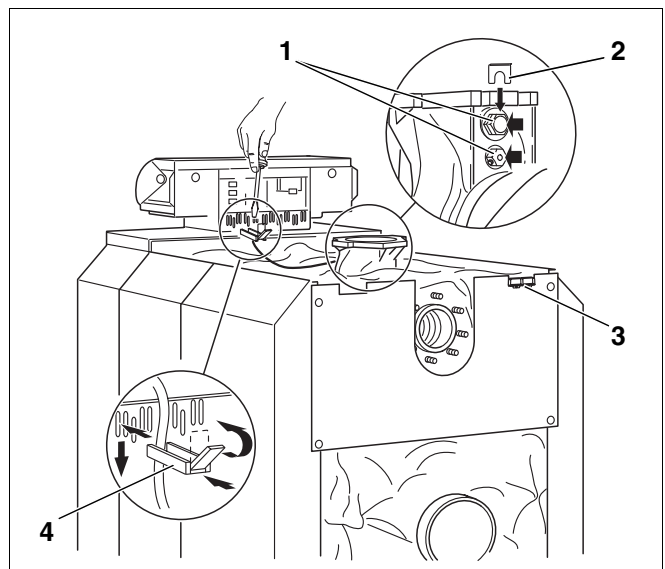
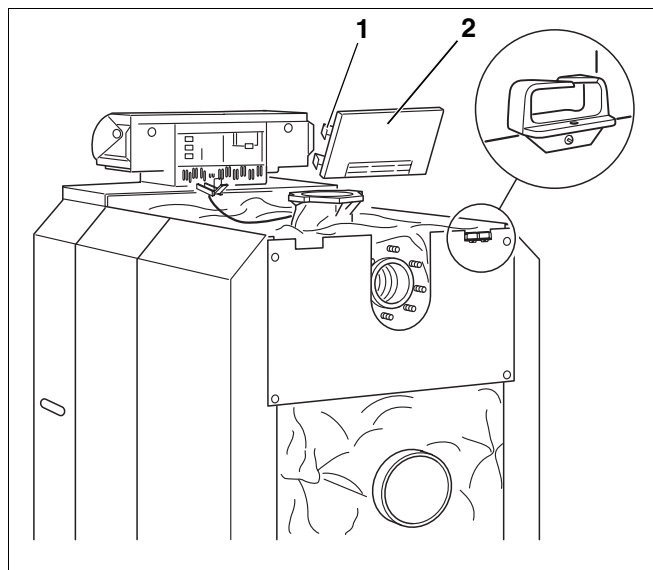

Fig. 49
Fig. 50
- Før kapillarrørene gennem kabelgennemføringen, og rul dem ud i ønsket længde. Før kapillarrørsfølerne frem til følerlommerne (Fig. 49, **pos. 1**), og lås dem fast med deres følersikring (Fig. 49, **pos. 2**) (forstørrelsen på Fig. 49 er drejet 180°).
- Skru kabelgennemføringen (Fig. 49, **pos. 3** og forstørrelsen i Fig. 50) på bagkappen i venstre eller højre side.
- Sæt kabelspændebåndene med isat ledning i spændebåndsrammen, og fikser dem ved at vippe fligen over (Fig. 49, **pos. 4**).
- Bræk eller skær blanketter ud af bagvæggen, hvis det er nødvendigt (Fig. 50, **pos. 2**).
- Sæt bagstykket fast i spændebåndsrammen med den nederste krog, og tryk derefter ind foroven, indtil krogene i siderne (Fig. 50, **pos. 1**) går i indgreb.